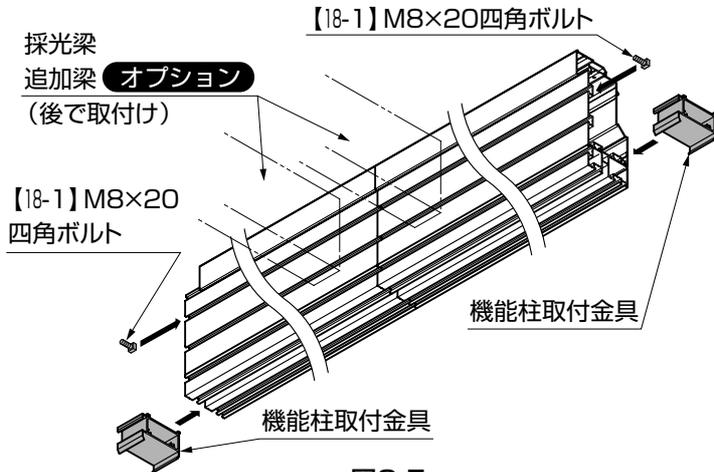

図8-5
- ① 桁側面の溝に【18-1】、桁底面の溝に機能柱取付金具を各1個ずつ両側面からスライドしながら入れてください。(図8-5参照)